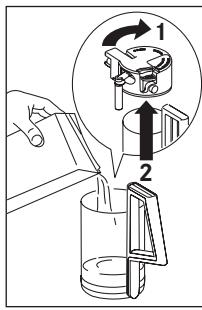

Fig. 30
- Encha o recipiente com cerca de 100 gramas de leite para cada cappuccino a ser preparado (Fig. 30). Nunca ultrapasse o nível MAX (correspondente a cerca de 750 ml) marcado no recipiente. Deve utilizar de preferência leite magro ou meio-gordo à temperatura do frigorífico (5 °C).